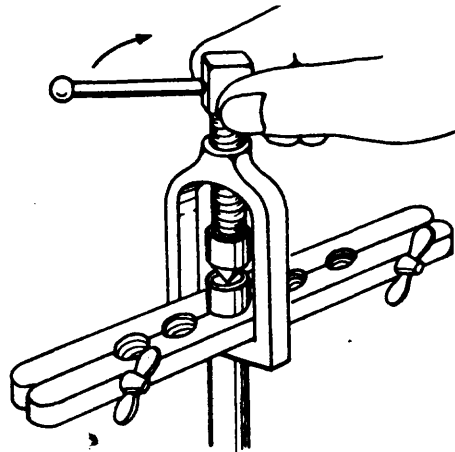

Fig. 3
- d Avellane la punta de la cañería (fig. 3).